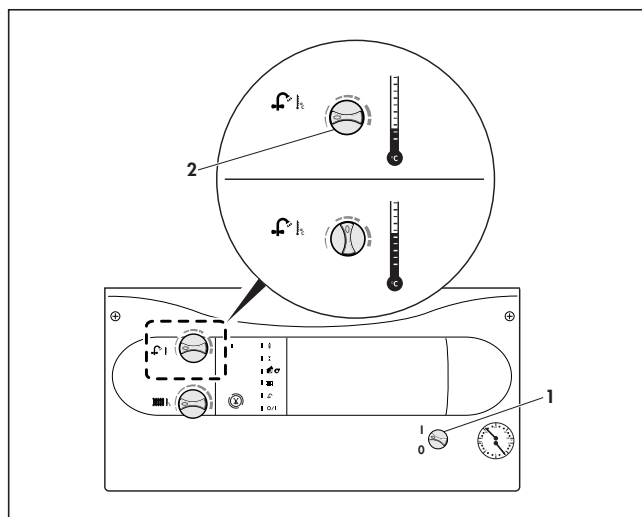

Fig. B.5
Conseil! Pour un degré de dureté de l'eau supérieur à 10°dh (1,79 mol/m³), placer le bouton tournant (2) au maximum sur la position centrale (Fig. B.5).